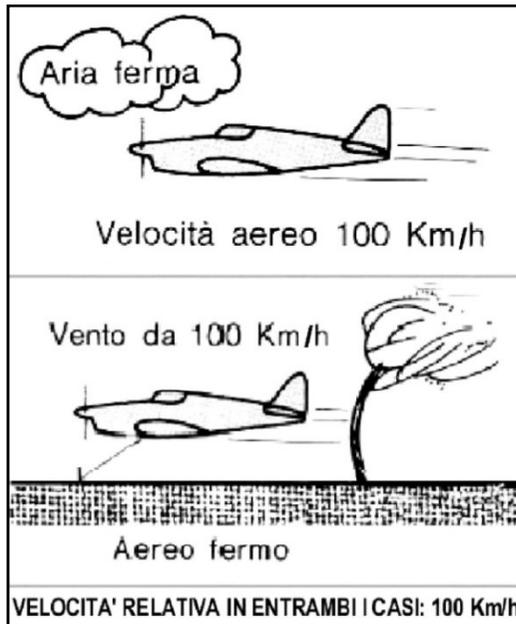

FIG. 1 - PRINCIPIO DI RECIPROCIÀ
a) **Principio di Reciprocità:** le azioni reciproche tra un corpo e l'aria, in caso di moto relativo, sono le stesse sia che il corpo si muova nell'aria in quiete, sia nel caso opposto. **FIG. 1**
= Tutti i corpi nello spazio, di qualsiasi forma, hanno tre assi attorno ai quali possono ruotare. (Anche le nostre mani: tenendo il braccio fermo, proviamo ad abbassare o alzare le dita e ci accorgeremo che il polso va in su o in giù). Ma poiché parliamo di velivoli, per sfatare convinzioni generalizzate, anche il **deltaplano** ovviamente; ma questo particolare apparecchio ha i **comandi** su due assi: col semplice spostamento del peso, il pilota effettua le rotazioni sull'asse trasversale (avanti-indietro) e sull'asse longitudinale (sinistra-destra). Anche il **Weedhopper** (Pag.83 - Fig.1) li ha su due: trasversale e verticale, poiché il pilota con la **cloche** muove soltanto gli **equilibratori verticale e orizzontale**. L'inclinazione laterale avviene per rollio indotto dall'equilibratore verticale, detto comunemente **timone di direzione** (vedi appresso **Movimenti di Rotazione e Rollio Indotto** a pag. 58).